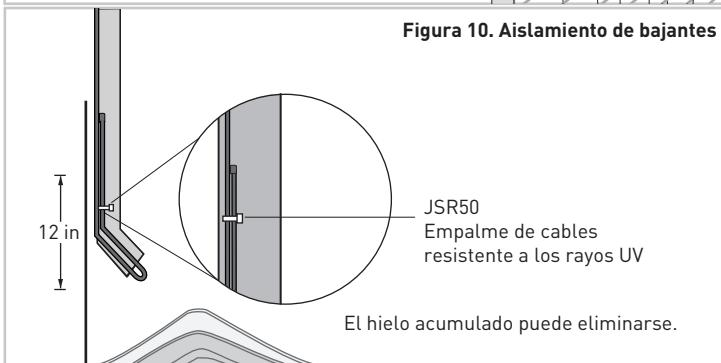

Figura 10. Aislamiento de bajantes
- Coloque el cable calefactor a lo largo de los canalones y en bajantes, que terminan por debajo del nivel de congelación. La sujeción permanente del cable a la parte inferior del canalón no es necesaria. Enrolle el cable calefactor en los bajantes. No deje el extremo del JHSF1-CT en el aire al final del bajante como se muestra en la Figura 10.